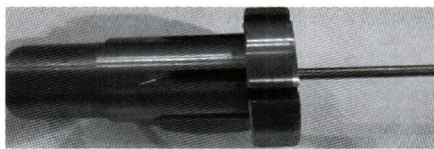

图 2
(2) 刀具选型及加工参数确定 在加工该细长轴时，精车工序第一工步可选用车铁或钢类机夹刀具、刀片切削，当在实施第二步精车细长轴工步时，刀具、刀片选用特别注意，选用机夹刀，其匹配刀片一定要锋利，或者硬质合金车刀，选用较大主偏角，前刀面磨出 $R=1.5\sim 3$ mm断屑槽，其目的使切屑流向待加工表面。在加工过程中，其精加工参数，主轴转速为 $800\sim 1\,200\text{r/min}$ ，进给速度为 $0.06\sim 0.1\text{mm/r}$ ，背吃刀量 $0.06\sim 0.20\text{mm}$ ，在本次加工过程中，本人采用了车削铝合金锋利刀片（刀片型号：CCGT09T304-LH YD101）或90°焊接车刀（要磨出锋利刃刀），通过手工编程序控制以实现从开始到末端45mm位置进行锥度补偿，以车代磨方法，加工达到符合图纸要求的精密细长轴，如图2所示。
(1) 如图2示意位置，取3~4件，让 $\phi 500$ mm圆法兰面在同一平面（利用平台）且外圆互相外切。